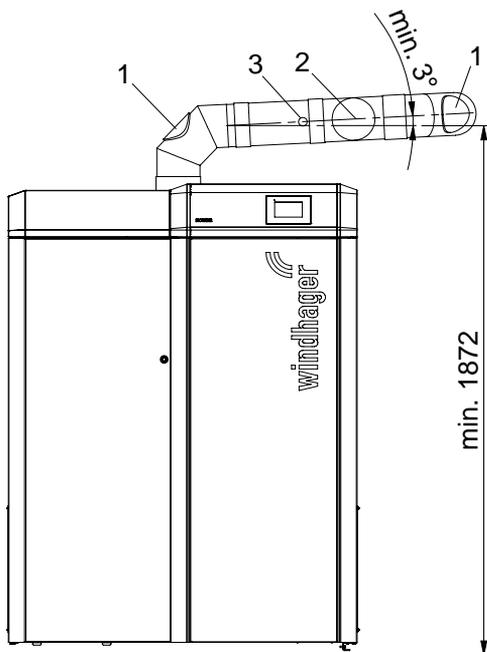

Fig. 53 Reinigungsöffnungen im Abgasrohr – Ansicht von vorne, (Skizze ohne Abgasrohr-Isolierung)
- ▶ Abgasrohr (Verbindungsrohr zwischen Pelletskessel und Kamin) bei der Reinigungsöffnung reinigen/aussaugen – Fig. 53.